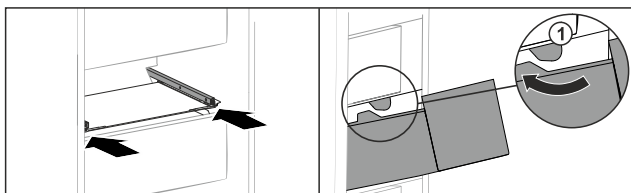

Fig. 198
- ▶ Umetnite ladicu oko zaustavljača Fig. 198 (1).